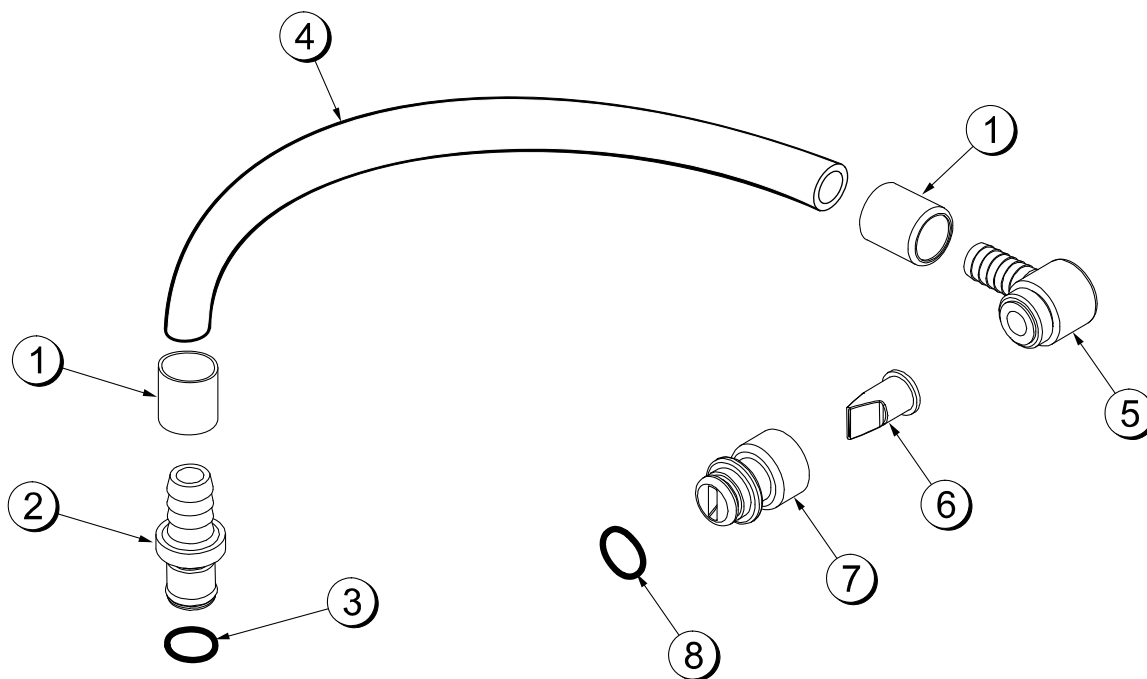

**Рисунок 7**
**Бачок для смеси - вид сверху (см. рисунок 7)**